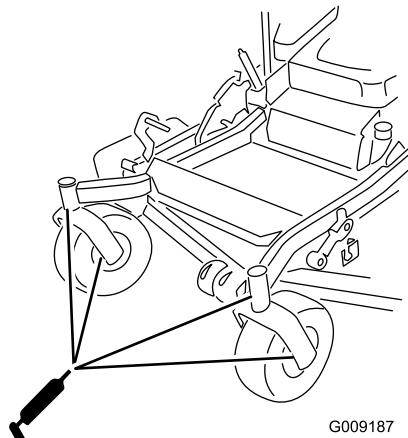

Figure 43
- Sortez le graisseur Zerk du trou. Remettez le bouchon hexagonal et le capuchon antipoussière en place (Figure 43).